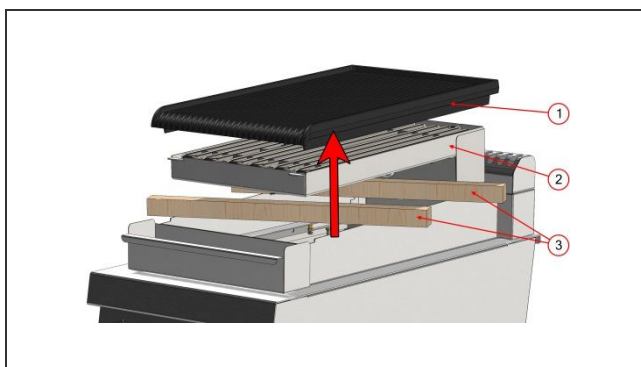

Fig6
- Mettre un dispositif de calage (Fig. 6 Rep 1), enlever la plaque fonte (Fig. 6 Rep 2).